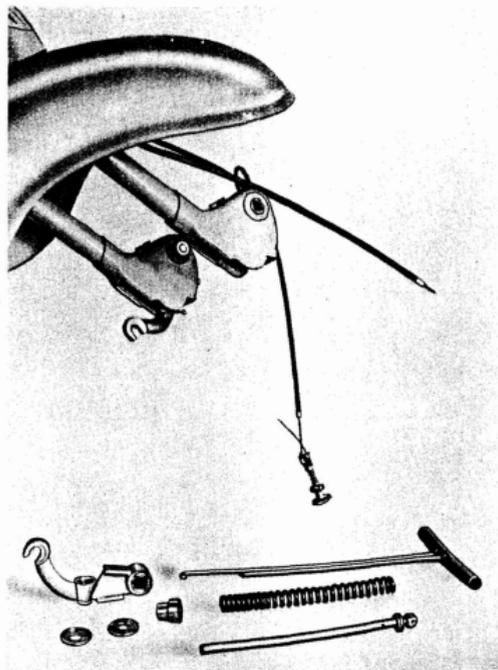

Fig. 40
- 62** Sacar la varilla de guía, el muelle y el casquillo de guía de la varilla ayudándose para esta última con un hierro de gancho adecuado. Véase fig. 40.